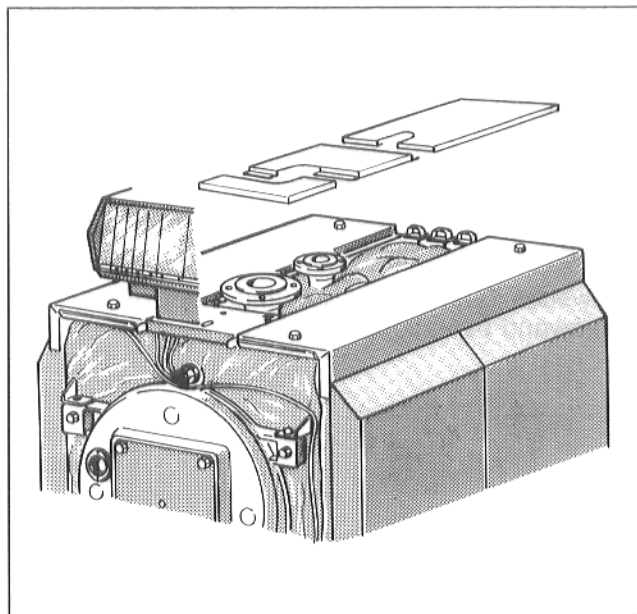

Abb. 23
- Mittlere Kesselhaubenteile auf die Abkantung der rechten und linken Haubenteile lose auflegen (Abb. 23).